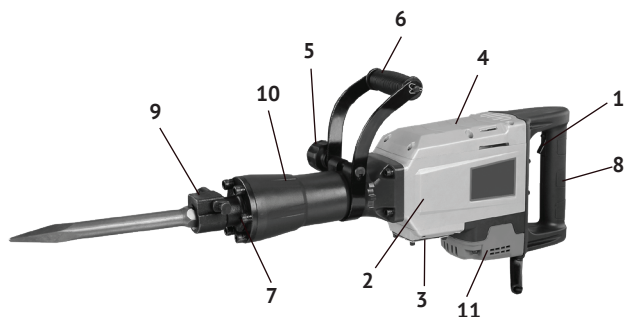

рис. 1
1.3 Основные узлы молотка (двигатель, редуктор и ударный механизм) расположены в металлическом корпусе (рис.1 поз.2) закрытом крышкой (рис.1 поз.4).
Крутящий момент с якоря электродвигателя, расположенного вертикально, через систему шестерён, передаётся на кривошипно-шатунный механизм. Кривошипно-шатунный механизм приводит в действие ударный узел молотка. В зависимости от вида выполняемой работы, в патрон вставляется необходимая насадка (пика, долото) с соответствующим хвостовиком. Дополнительная рукоятка (рис.1 поз.6) хомутом крепится на цилиндрической части корпуса цилиндра (рис.1 поз.10). Фиксируется рукоятка гайкой (рис.1 поз.5), в любом положении (от 0° до 360°), что удобно пользователю, как «правше», так и «левше».
1.4 Клавиша выключателя (рис.1 поз.1) расположена в передней части рукоятки (рис.1 поз.8), крепящейся к корпусу молотка (рис.1 поз.2).
фиксируется в положении «включено» кнопкой (рис.1 поз.12).
Снизу, на корпусе молотка расположено окно смазки редуктора, закрытое крышкой (рис.1 поз.3). Перед каждым использованием инструмента отвернуть крышку, проверить наличие смазки кривошипно-шатунного механизма, при необходимости добавить из ёмкости, входящей в комплект.
Общий вид молотка представлен на рис. 1
2.2.1 Выбрать насадку, для предполагаемого вида работы и вставить её в патрон. Закрепить шестигранный хвостовик насадки пальцем фиксатора (рис.1 поз.9).
- вращением гайки-фиксатора (рис.1 поз.5), ослабить хомут рукоятки (рис.1 поз.6);
- установить хомут на цилиндрическую часть корпуса цилиндра (рис.1 поз.10);
- в положении «включено» клавиша фиксируется кнопкой (рис.1 поз.12);
3.2 Для замены щёток необходимо открутить крышку корпуса двигателя (рис.1 поз.11). Вынуть щётки из щёткодержателей и заенить их новыми. Щётки следует заменять парой для обеспечения равной степени их давления на коллектор якоря.